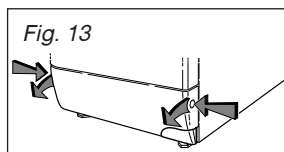

Fig. 14
- si votre appareil en est muni, sortez le tuyau de purge en déclipant le bouchon du socle (Fig. 14)
- ouvrez le bouchon à l'extrémité du tuyau et laissez l'eau s'écouler dans le récipient (Fig. 14)